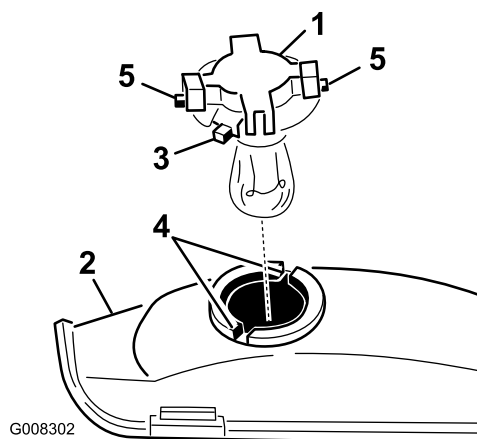

Figure 31
7. Dévissez l'embase d'un quart de tour dans le sens anti-horaire et enlevez-la du réflecteur (Figure 31).
3. Alignez ces languettes (Figure 31) et les rainures du réflecteur.